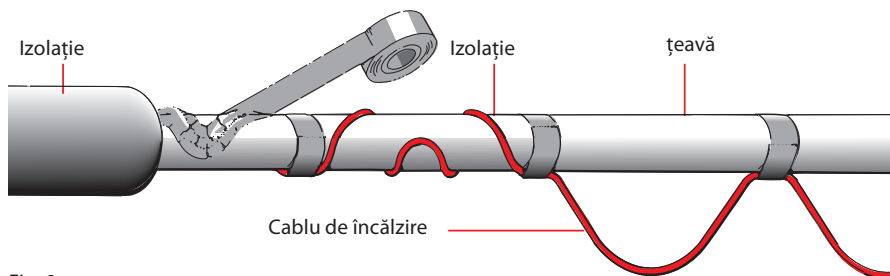

Fig. 9
2. Cablul este fixat de conductă în valuri sau spirală, a se vedea fig. 9.